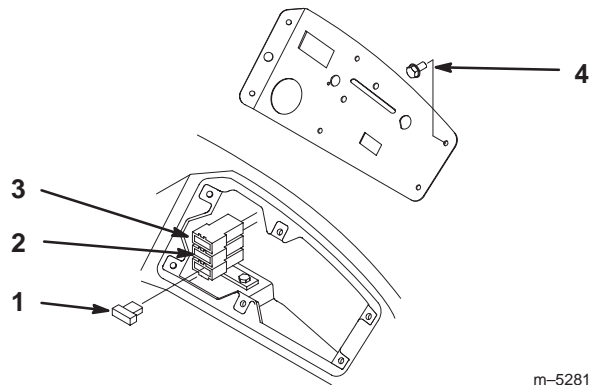

Bild 90
1. Entfernen Sie die Schrauben vom Armaturenbrett, um Zugang zu den Sicherungsfassungen zu erhalten (Bild 90).
2. Ziehen Sie die Sicherungen zum Wechseln heraus (Bild 90).